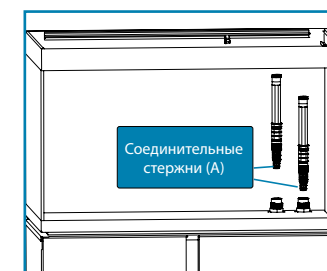

Рис. 2
- Полностью проденьте соединительный стержень (A) в отверстие (O) до упора (рис. 2).
- Полностью проденьте второй соединительный стержень (A) в отверстие (I) до упора (рис. 2).